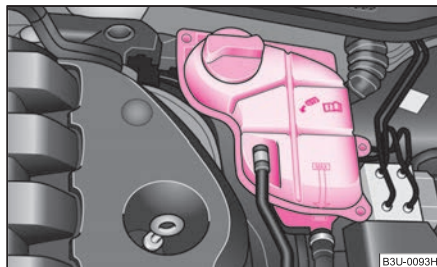

Abb. 176 Motorraum:
- Prüfen Sie den Kühlmittelstand am Kühlmittel-Ausgleichbehälter ⇒ Abb. 176. Der Kühlmittelstand muss bei kaltem Motor zwischen den Markierungen „MIN“ und „MAX“ liegen. Bei warmem Motor kann er auch etwas über der Markierung „MAX“ liegen.
- Legen Sie einen Lappen auf den Verschlussdeckel des Kühlmittel-Ausgleichbehälters ⇒ Abb. 176 und schrauben Sie den Deckel **vorsichtig** linksherum ab ⇒ .